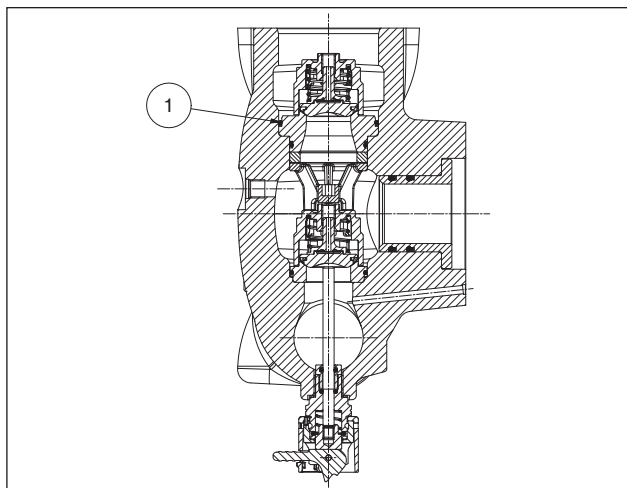

Fig. 124
Prestare particolare attenzione all'inserimento dell'O-ring indicato in pos. ①, Fig. 124. Si consiglia l'utilizzo dell'attrezzo cod. 27516000 per evitare che l'O-ring possa tagliarsi durante l'inserimento.